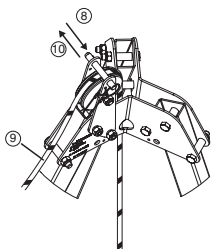

Рис. 10
8. Вытяните штифт со сферической головкой, находящийся в верхней части направляющего блока, установленного на головке треноги traspode (рис. 10, 8).
9. Пропустите строп устройства Derope™ через направляющий блок (рис. 10, 9).
10. Вновь установите штифт со сферической головкой, чтобы предотвратить выскальзывание стропа из направляющего блока (рис. 10, 10).